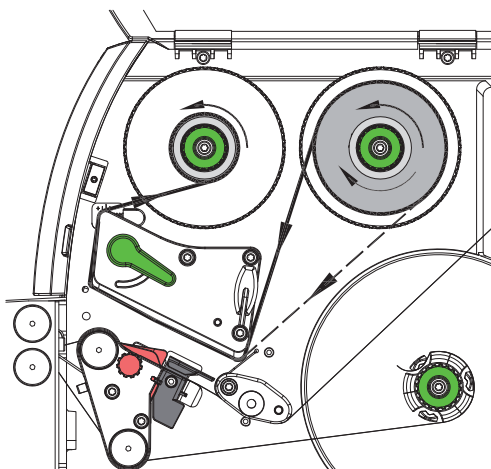

Bild 15 Transferfolienlauf
2. Hebel (6) in Gegenuhrzeigerrichtung drehen, um den Druckkopf anzuheben.
3. Transferfolienrolle (1) so auf den Abwickler (2) schieben, dass die Farbbeschichtung der Folie beim Abwickeln nach unten weist.
4. Rolle (1) bis zum Anschlag (7) schieben.
5. Rolle (1) festhalten und Drehknopf am Abwickler (3) gegen den Uhrzeigersinn drehen, bis die Transferfolienrolle fixiert ist.
6. Geeigneten Transferfolienkern (4) auf den Transferfolienaufwickler (5) schieben und in gleicher Weise fixieren.
7. Transferfolie wie in Bild 15 durch die Druckbaugruppe führen..
8. Transferfolienanfang mit einem Klebestreifen am Transferfolienkern (4) fixieren. Hierbei die Rotationsrichtung des Transferfolienaufwicklers entgegen dem Uhrzeigersinn beachten.
9. Transferfolienaufwickler (5) entgegen dem Uhrzeigersinn drehen, um den Transferfolienlauf zu glätten.
10. Hebel (6) in Uhrzeigerrichtung drehen, um den Druckkopf zu verriegeln.